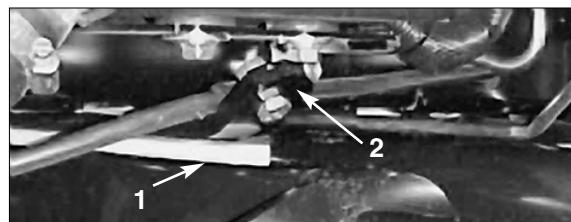
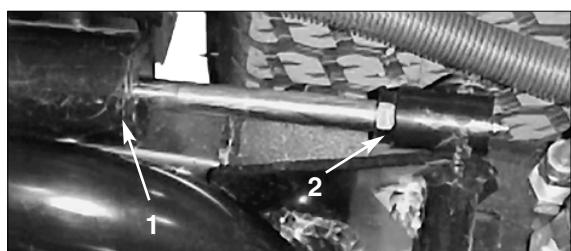

Bild 4
Bild 5
- Starten Sie den Motor, heben die Schneidwerke an und stellen sicher, dass der Abstand zwischen der Schleißstrebe an der Oberseite der Schleißleiste des hinteren Schneidwerks und der Stoßfängerleiste zwischen 0,51 und 2,54 mm (Bild 4) liegt. Stellen Sie, wenn der Abstand außerhalb dieses Bereichs fällt, den hinteren Zylinder auf diesen Abstand ein. Senken Sie die Schneidwerke zum Einstellen des Zylinders ab und drehen die Klemmmutter am Zylinder (Bild 5) zurück. Halten Sie die Zylinderstange in der Nähe der Mutter mit einer Zange und einem Lappen fest und drehen die Stange. Heben Sie die Schneidwerke und kontrollieren den Abstand. Wiederholen Sie diese Schritte bei Bedarf. Ziehen Sie die Klemmmutter am Lastbügel fest.